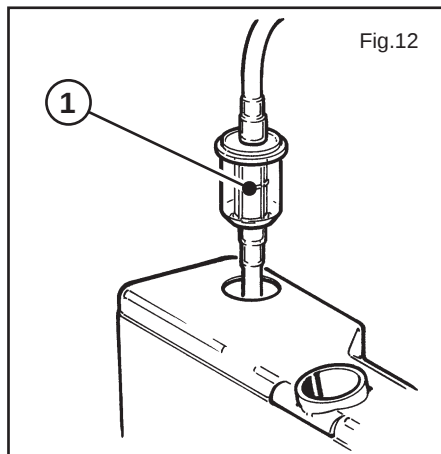

Fig.12
Se vi è una anomalia nel funzionamento del motore questo si arresta. Attendere 5-10 minuti prima di riaccenderlo. Se l'anomalia persiste consultare il capitolo INCONVENIENTI E RIMEDI. Se malgrado ciò non si riesce ad eliminare l'inconveniente sospendetene l'uso e rivolgetevi ad un Servizio Assistenza Autorizzato. In caso di ripristino dell'olio della pompa, utilizzare un olio con gradazione SAE 20W40 a base minerale. Quantità contenuta: 110 gr. Controllare periodicamente il filtro gasolio (fig. 12, pos. 1), se deteriorato o troppo sporco sostituirlo.
Als de olie van de pomp bijgevuld moet worden moet u olie gebruiken met een gradatie SAE20W40 op minerale basis. Inhoud: 110 gr. Podiek het diesel filter (fig. 12, pos. 1) controleren; als het versleten of te vuil is, dit vervangen.